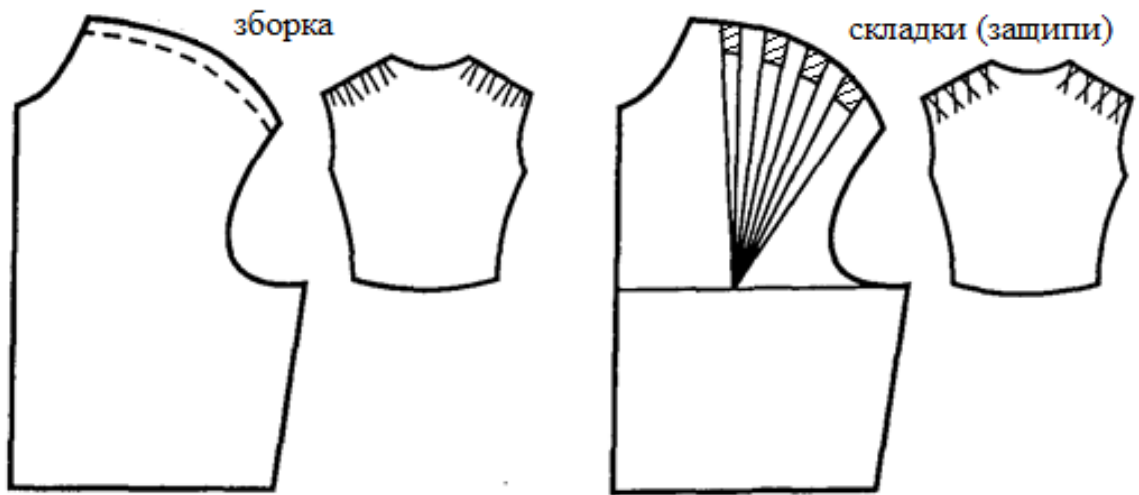

Рис. 7
2. Нанесіть на креслення кольоровою ручкою лінії складок від лінії плеча та покажіть на лініях ножиці (як показано на Рис. 7).